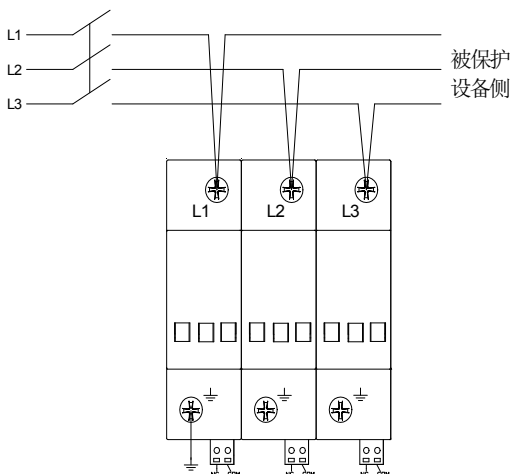
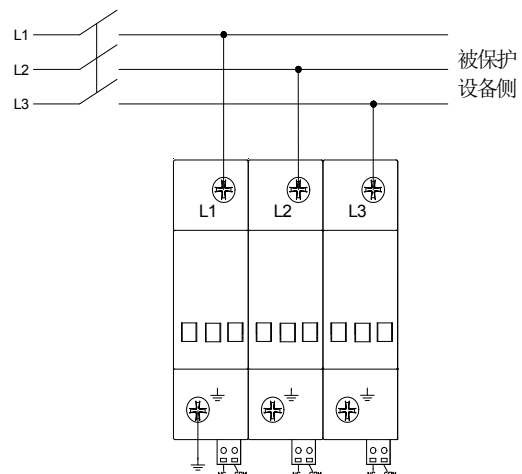

图 6-1 RPM1000-40/3P 接线示意图-V 形接线
图 6-2 RPM1000-40/3P 接线示意图-常规接线
- ◆ 产品采用 35mm 标准导轨安装固定，接线推荐采用图 6-1 所示的 V 形接线时，也可采用如图 6-2 所示的常规的直接并连接线。为实现更好的防护效果，当采用直接并连接线时，接线应尽量短，总长度应控制在 0.5m 以内。